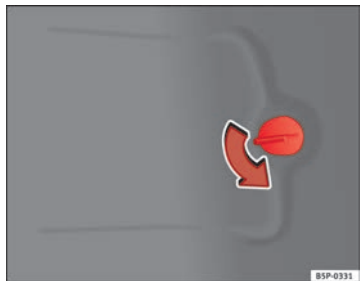

Abb. 194 Rücklichter an der Karosserie
- Öffnen Sie den Deckel am Seitenteil des Gepäckraums ⇒ Abb. 194.